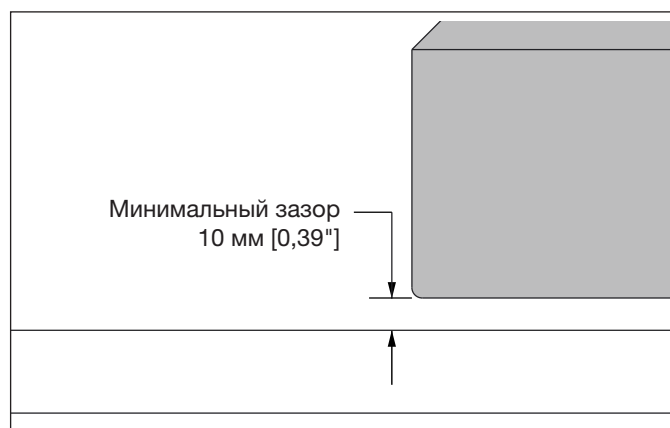

Рисунок 2 – Минимальный зазор
2. Убедитесь, что минимальный зазор под поднимаемым предметом составляет 10 мм [0,39"] или больше. См. рисунок 2.
3. Убедитесь, что минимальный зазор под поднимаемым предметом составляет 10 мм [0,39"] или больше. См. рисунок 2.